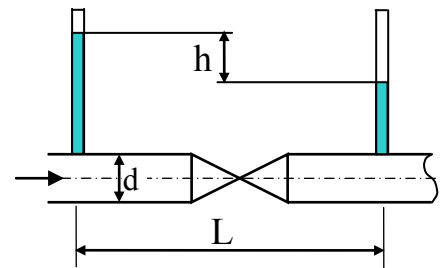

Рисунок 7.4
**7.2.7** В перерізах I-I і II-II, які розташовані на відстані  $L$  один від одного на скляному трубопроводі, встановлені п'єзометри. Визначити коефіцієнт місцевого опору, встановленого на скляному трубопроводі з діаметром  $d$ , якщо при витраті води  $G$  (температура води  $t$ ) різниця показань п'єзометрів дорівнює  $h$  (рис. 7.4).